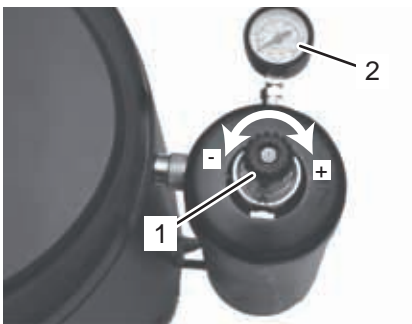

Fig. 44
1. Pour ce faire, tournez la vanne de CO₂ (Fig. 44/1) vers la droite.
2. Tournez-la jusqu'à ce que la pression désirée apparaisse sur le manomètre (Fig. 44/2).
Fermez la vanne de CO₂ (Fig. 44/1) lorsque ne vous ne soutirez pas de bière pendant un certain temps. Vous prolongerez ainsi notablement la durée de vie de la bouteille de CO₂.